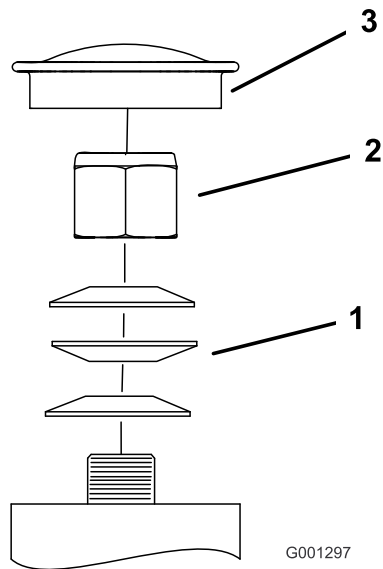
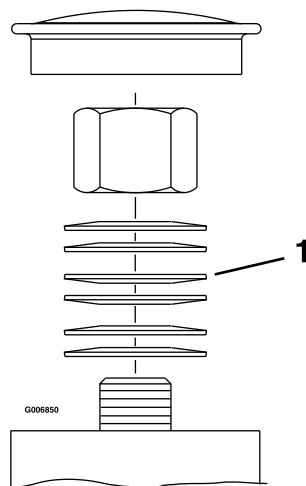

Figure 46
Figure 47
3. Retirez le chapeau de protection de la roue pivotante et serrez le contre-écrou (Figure 46 et Figure 47).
de 1/4 de tour pour obtenir la précharge correcte des roulements (Figure 46 et Figure 47).
Important: Veillez à placer les rondelles élastiques comme illustré à la Figure 46 et la Figure 47.